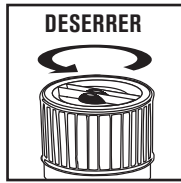

FIGURE 23
35. Pour déposer la cartouche filtrante et la nettoyer, immobiliser le couvercle de la cuve et tourner à gauche la fixation de la cartouche filtrante. Sortir ensuite la cartouche filtrante de la cage du filtre. **FIGURE 23, 24.**